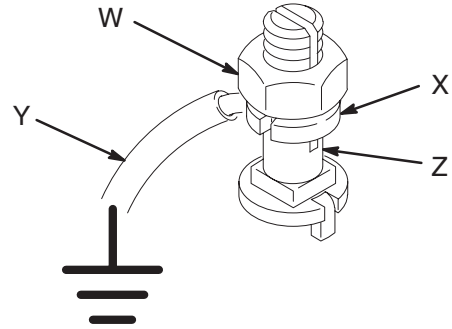

Fig. 2
Todas las otras bombas: utilizar una abrazadera y un cable de conexión a tierra. Vea la Fig. 2. Afloje la tuerca de apriete (W) y la arandela (X) de conexión a tierra. Introduzca un extremo de un cable de conexión a tierra (Y) de un mínimo de 1,5 mm² en la ranura de la orejeta (Z) y apriete la tuerca firmemente. Conecte el otro extremo del cable a una tierra verdadera. Cable de conexión a tierra y abrazadera, ref. pieza 222011.